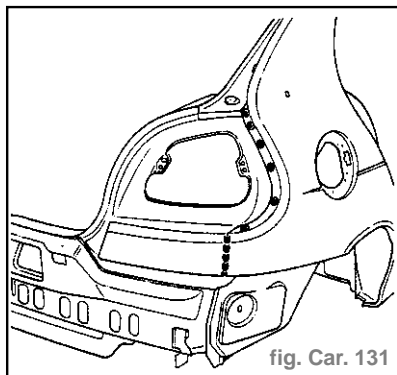

fig. Car. 131
**Soudure** (fig. Car. 131 et 132)